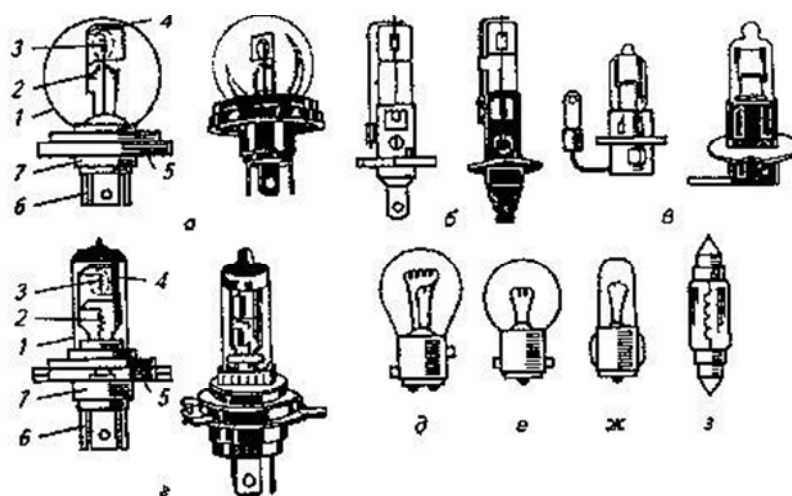

Рис.2. Автомобильные лампы накаливания
17. Установите соответствие Назначение позиция на рис. 2:
18. Наименование элемента Позиция на рис.2